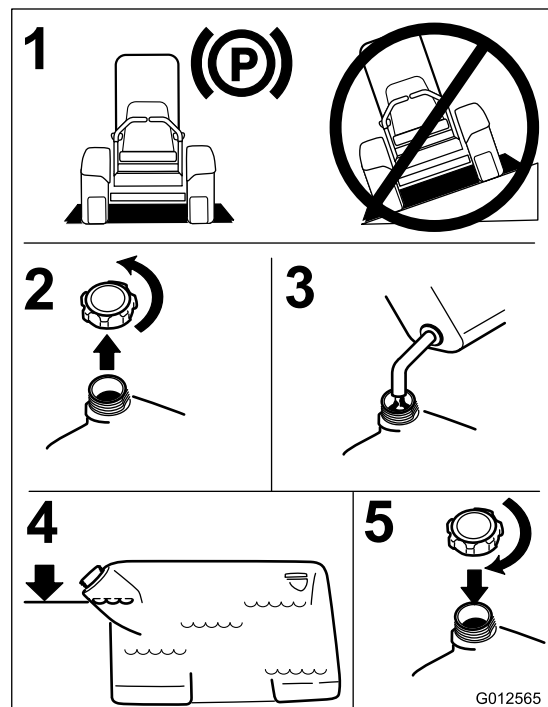

Figure 6
4. Remplissez le réservoir de carburant jusqu'au bas du goulot de remplissage. L'espace au-dessus doit rester vide pour permettre à l'essence de se dilater (Figure 6).